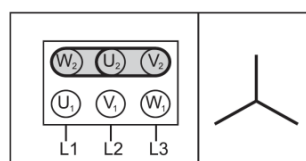

Fig. 8
- Le barrette di collegamento sulla morsettiera devono rispettare lo schema riportato nella targa del motore o le indicazioni date dalla tabella. ( vedi Fig. 8).